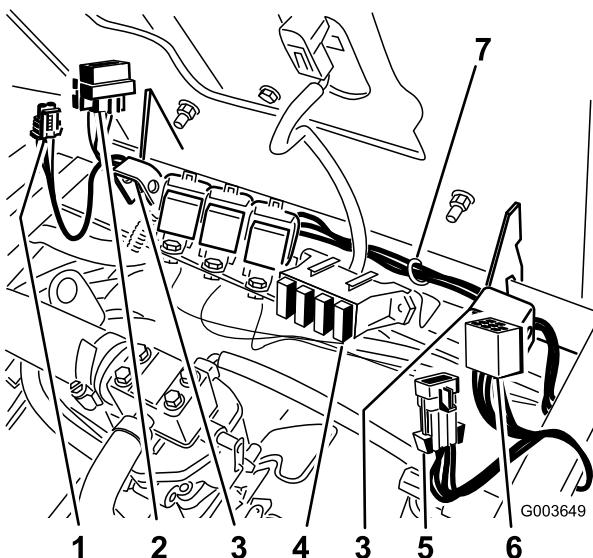

Figura 32
- Disponete il cablaggio lungo le cerniere del sedile, dall'interruttore al relè montato in precedenza sulla valvola (Figura 32).
Installate il fusibile nello slot destro nel portafusibili (Figura 32).